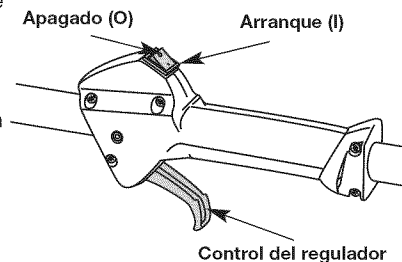

Fig. 9
NOTA: No hay necesidad de arrancar la unidad. El control de Encendido/ Apagado está en la posición ENCENDIDO (I) en todo momento (Fig. 9).
2. Coloque el control de encendido y apagado en posición de APAGADO (O) (Fig. 9).
- Coloque el control de encendido y apagado en posición de APAGADO (O) (Fig. 9).